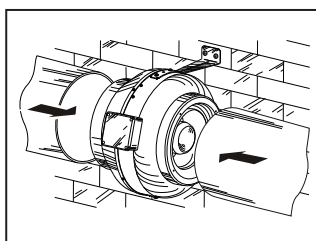

Рис. 12
6. Подсоедините воздуховоды (рис.12).